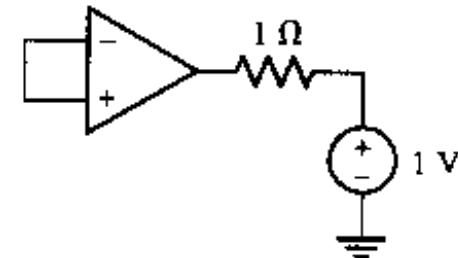

图 6.49
37. 使用图 6.49 所表示的电路结构, 确定 μ A741 和 LF411 的输出电阻。改变电源电压, 看是否会影响仿真结果。